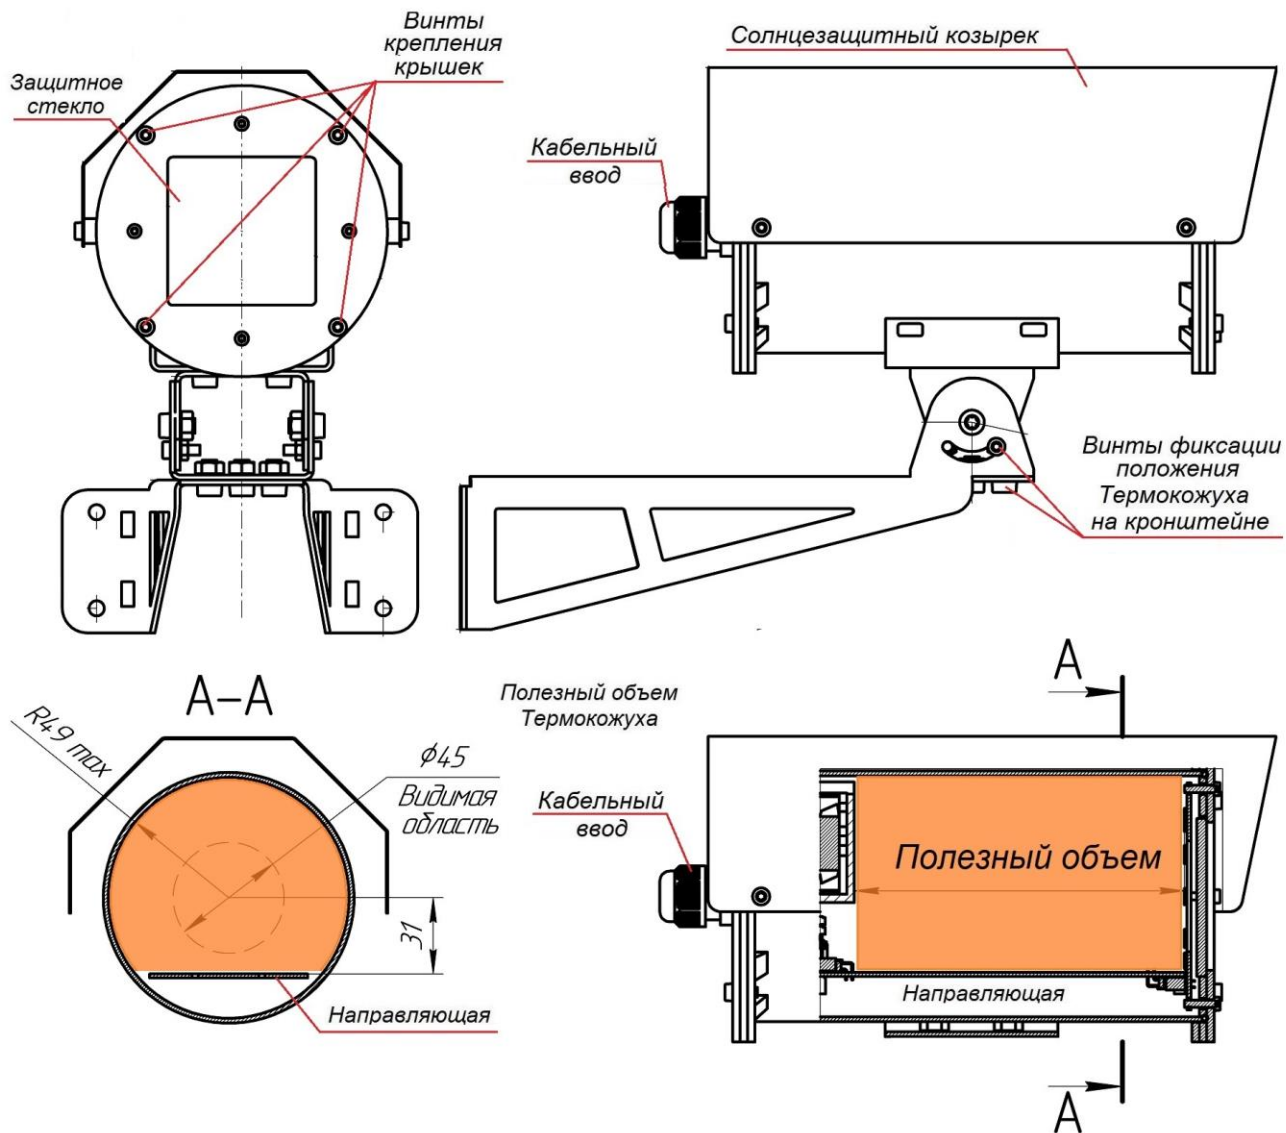

Рис. 3.2.1 Внешний вид термокожуха VSM-180M и назначение его конструктивных элементов
3.2 Внешний вид термокожуха и назначение элементов его конструкции приведены на рис.3.2.1.